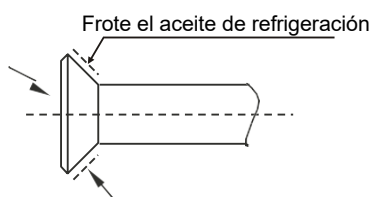

Fig. 5.1
- b. Unte con aceite de refrigeración (debe ser aceite de motor compatible con un medio de refrigeración de este tipo) la superficie exterior de la unión abocardada y la superficie cónica de la tuerca de conexión y apriétela 3 ó 4 veces con la mano (Fig. 5.1) antes de apretar la tuerca abocardada.